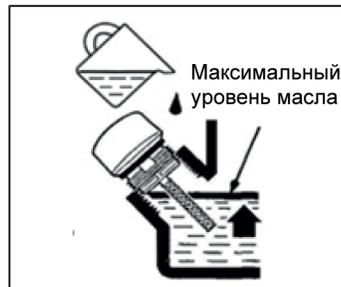

Рис. 11
3. Через маслозаливную горловину залейте моторное масло в картер двигателя до уровня нижней кромки маслозаливной горловины (Рис. 11).